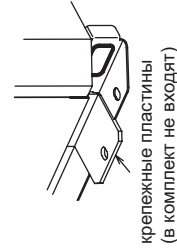

Рис. 3 (без съемной опоры)
- 4 Если болты крепления закручиваются после установки блока на основание, то используйте крепежные пластины (в комплект не входят). См. рис. 3 и 4.
- ④ Если болты крепления закручиваются после установки блока на основание, то используйте крепежные пластины (в комплект не входят). См. рис. 3 и 4.
- ⑤ Изолируйте отверстия, через которые в блок входят фреонопроводы и кабели, для исключения проникновения в блок мелких животных и воды, которые могут повредить компоненты блока.
- ⑥ При подключении фреонопроводов и кабелей снизу убедитесь, что они не мешают установочным элементам блока.
- ⑦ Следуйте дополнительным рекомендациям, приведенным в „Инструкции по установке“.